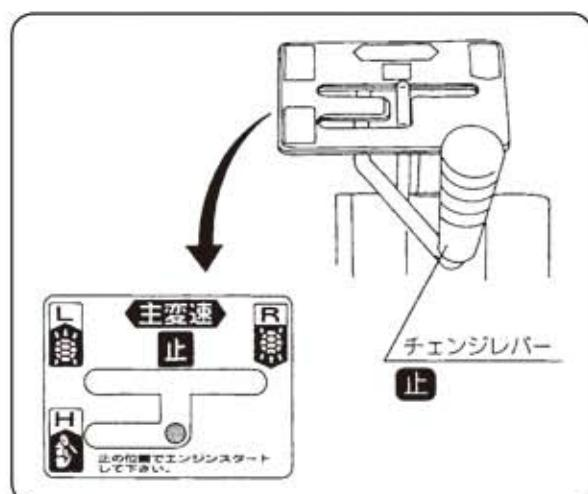

図4
- ① チェンジレバーが【止】位置になっているかを確認してください。（図4）